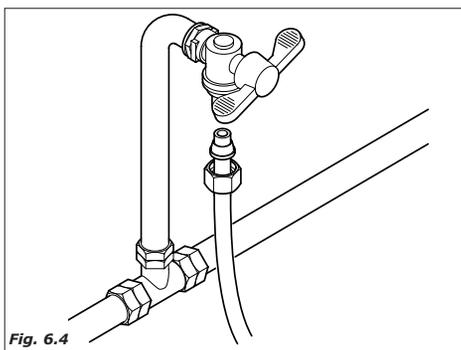

Fig. 6.4
- Coneter a torneira ao distribuidor, utilizando um tubo de nylon para alimentos e que possa suportar a pressão da rede. No caso se utilize tubo flexível é necessário montar no seu interno a bússola de reforço em dotação (Fig. 6.4).